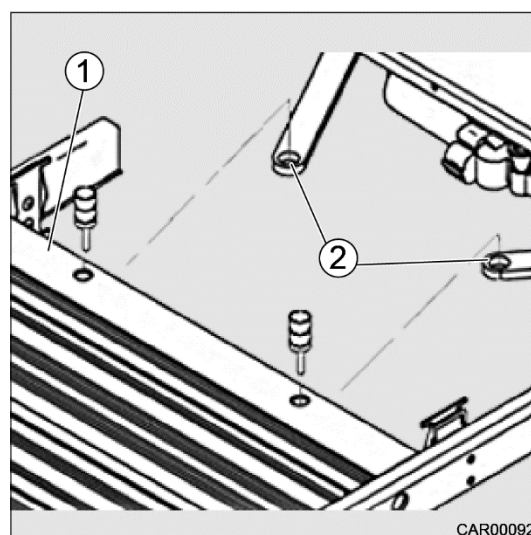

Fig. 221 Déverrouillage de secours
2. Desserrer la marche (Fig. 221/1) des tiges d'entraînement (Fig. 221/2) (goujons en plastique).